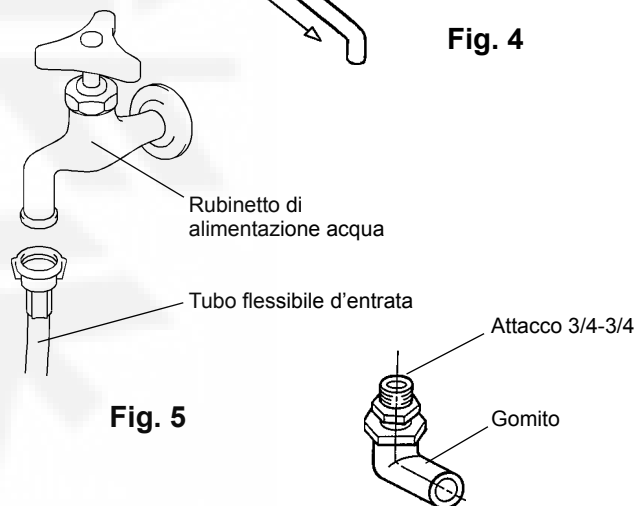

Fig. 5
- 2) Collegare l'altra estremità del flessibile al rubinetto dell'acqua (Fig. 5), accertandosi che la guarnizione sia correttamente posizionata prima di avvitare la stessa. Si consiglia di tenere una valvola d'arresto a portata di mano.